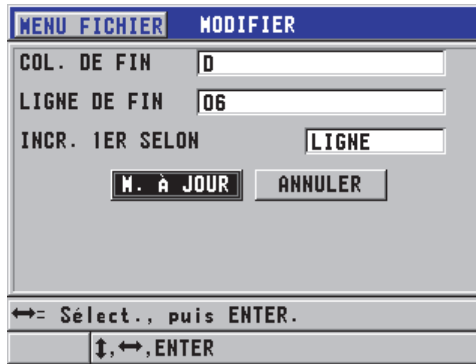

Figure 6-30 Affichage de la fenêtre de modification de grille
3. Pour un fichier de type grille, sélectionnez **CONTINUER**, et puis à la deuxième page de l'écran **MODIFIER**, faites ce qui suit (voir la Figure 6-30 à la page 129) :